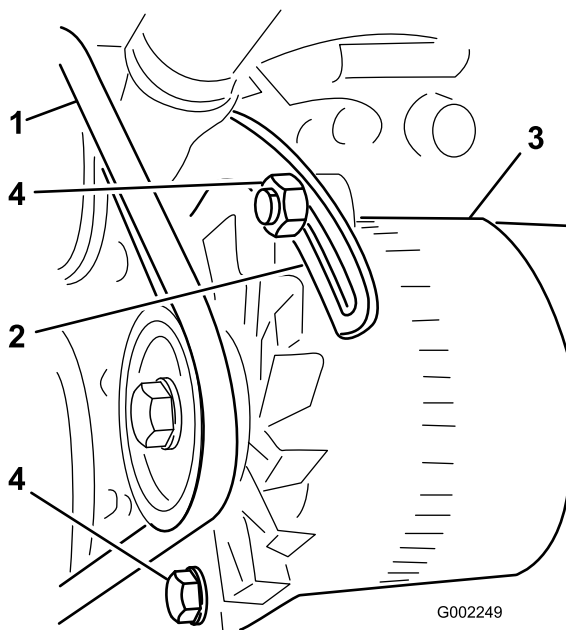

图58
3. 松开将皮带环形支架固定到发动机的螺栓、以及将发电机固定到皮带环形支架上的螺栓（图58）。